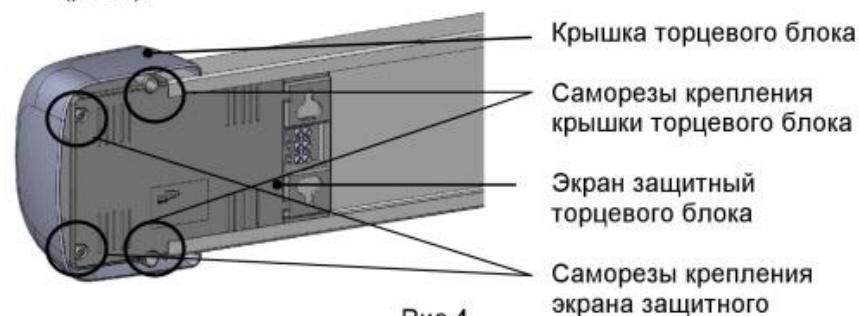

Рис.4
- Снять крышку правого торцевого блока, предварительно открутив крепящие его саморезы (рис.4).
- Снять экран защитный торцевого блока, в котором находится вышедший из строя ПРА, предварительно открутив саморезы крепления экрана (рис.4).
- Установить экран защитный, закрепив саморезами (рис.4).
- Снять экран защитный, предварительно открутив саморезы крепления экрана (рис.4).
- Снять крышку правого торцевого блока, открутив 2 самореза, (рис.4).
- Снять крышку левого торцевого блока предварительно открутив саморезы крепления (рис.4).